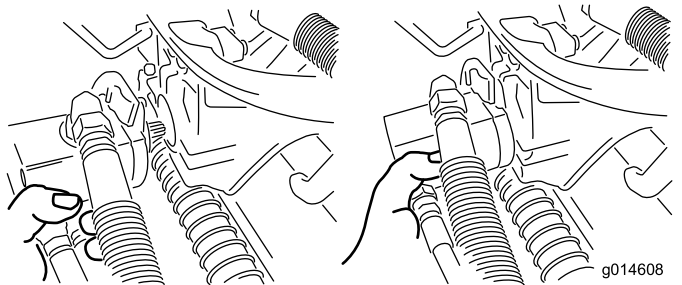

Figura 49
- Spostate il motore in posizione di stoccaggio davanti al braccio di sospensione (**Figura 49**).